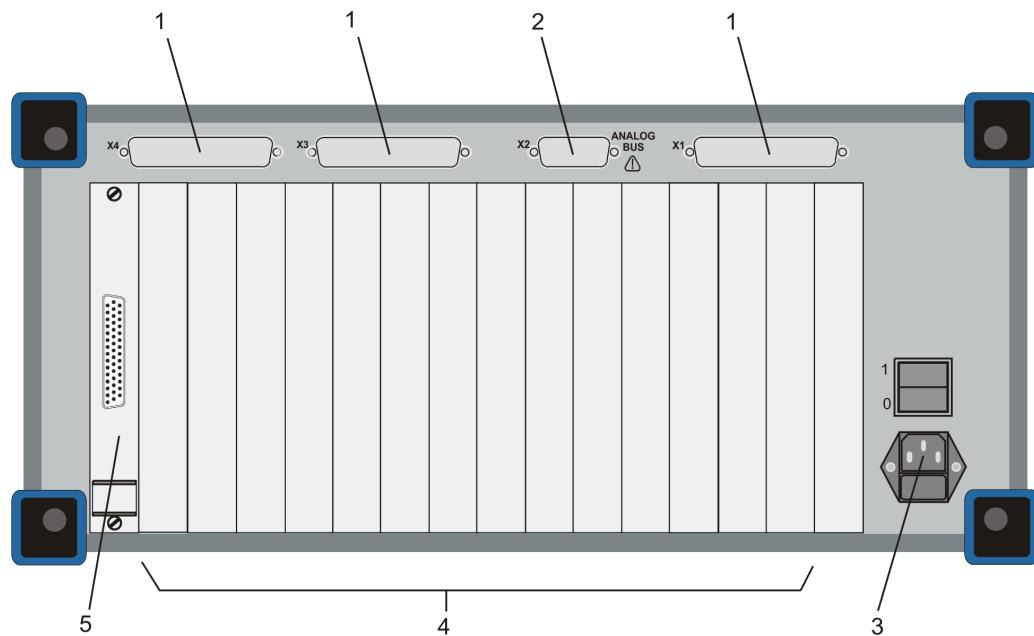
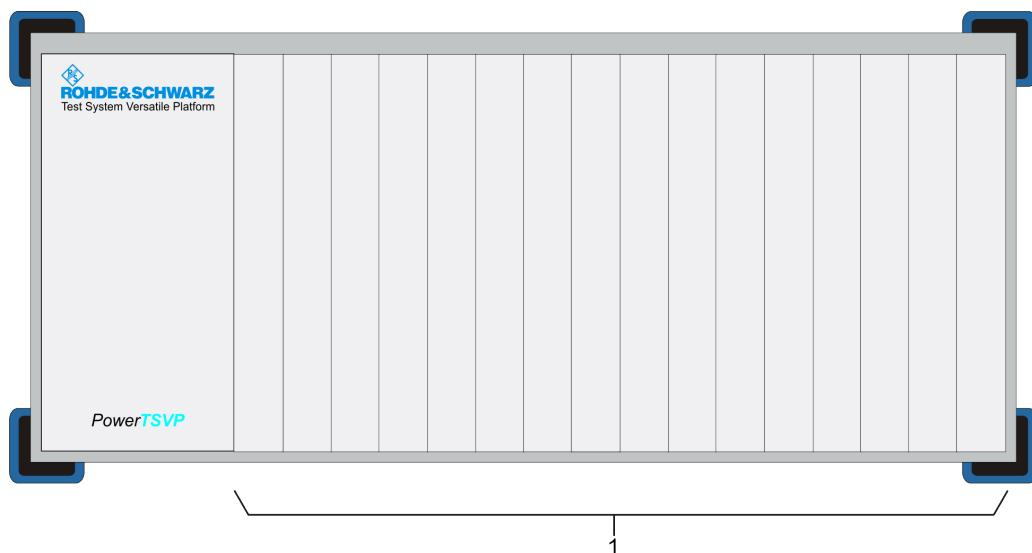

Bild 4-1: Anschlüsse Rückseite ohne Optionen
Bild 4-2: Anschlüsse Frontseite
- **Die Verkabelung zu Mess- und Stimuligeräten erfolgt an der Rückseite des TSVP.** Hierzu können system- und anwenderspezifische Anschlüsse bzw. Steckverbindungen in die Rückseite eingebracht werden (vergleiche Bild 4-1 und Bild 4-2).